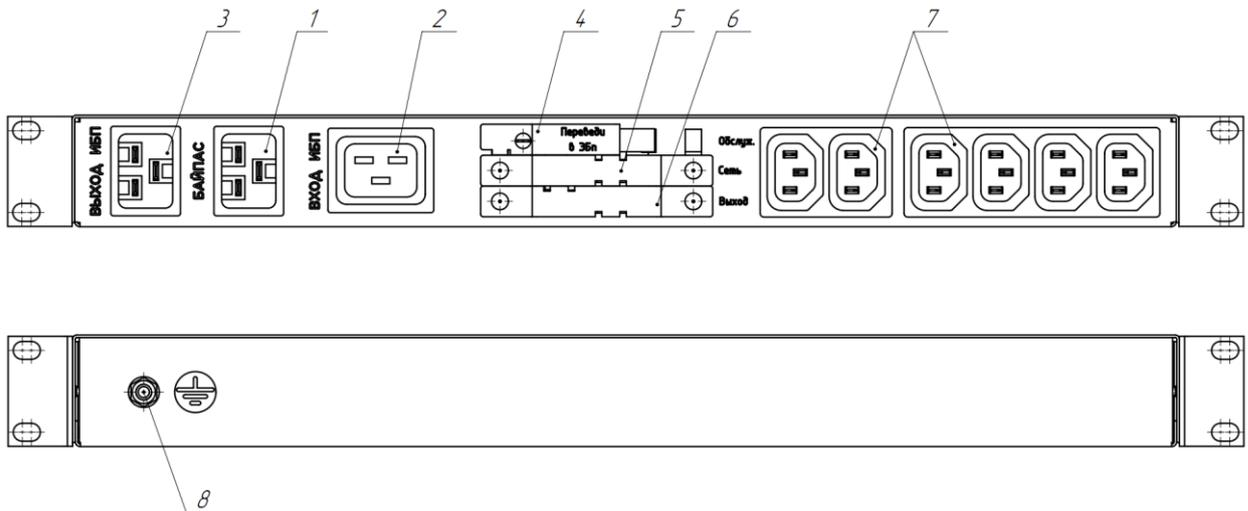

Рис. 2
6.4 Кабель от входной сети подключите к разъему «Байпас» (поз.1 на рис.2).
6.5 Кабель входа ИБП подключите к разъему «ИБП вход» (поз.2 на рис.2).
6.6 Кабель от выхода ИБП подключите к разъему «ИБП Выход» (поз.3 на рис.2).
6.7 Кабели от нагрузки подключите к выходным разъемам ПР (поз.7 на рис.2).
7.1 Убедитесь, что автоматические автоматы «Сеть» и «Выход» (поз.5 и поз.6 на рис. 2) находятся во включенном состоянии и закрыты защитными шторками, а автоматический выключатель «Обслуживание» (поз.4 на рис.2) находится в выключенном состоянии и зафиксирован защитной планкой от случайного включения.
7.3 Подайте переменное однофазное напряжение 220~240В на вход «Байпас» ПР (поз.1 на рис.2).
7.5 Убедитесь, что на выходных розетках ПР (поз.7 на рис.2) появилось стабилизированное напряжение в зависимости от настройки ИБП.
8.1 Убедитесь, что автоматические автоматы «Сеть» и «Выход» (поз.5 и поз.6 на рис. 2) находятся во включенном состоянии и закрыты защитными шторками, а автоматический выключатель «Обслуживание» (поз.4 на рис.2) находится в выключенном состоянии и зафиксирован защитной планкой от случайного включения. ИБП находится в режиме работы онлайн.
8.3 С помощью отвертки снимите защитную планку от случайного включения с автоматического выключателя «Обслуживание» (поз.4 на рис.2).
8.4 Включите автоматический выключатель «Обслуживание» (поз.4 на рис.2). При этом нагрузка начнет получать питание через обходную цепь параллельно с байпасом ИБП.
8.6 Поднимите защитную шторку автоматического выключателя «Сеть» (поз.5 на рис.2) и перевести его в положение «выкл.»
8.7 Поднимите защитную шторку автоматического выключателя «Выход» (поз.6 на рис.2) и перевести его в положение «выкл.»
9.1 Включите автоматический выключатель «Выход» (поз.6 на рис.2) и закройте защитной шторкой.
9.2 Включите автоматический выключатель «Сеть» (поз.5 на рис.2) и закройте защитной шторкой.
9.5 Переведите автоматический выключатель «Обслуживание» в положение «выкл.» и установите обратно защитную планку от случайного включения автоматического выключателя (поз.4 на рис.2).
9.7 Убедитесь, что на выходных розетках ПР (поз.7 на рис.2) появилось стабилизированное напряжение в зависимости от настройки ИБП.